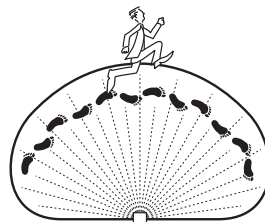

Figura 8
3. Camine por el área de cobertura y note dónde está usted cuando las luces se encienden. Además, el indicador LED detrás de la lente del detector de movimiento se iluminará en azul cuando se detecte movimiento (vea la Figura 8). *Nota:* El LED azul se apagará 30 segundos después de que se haya detenido todo movimiento.
- Botón de reinicio (vea la Figura 8): use un clip para papel para presionar el botón DE REINICIO por 15 segundos para reiniciar la luz.